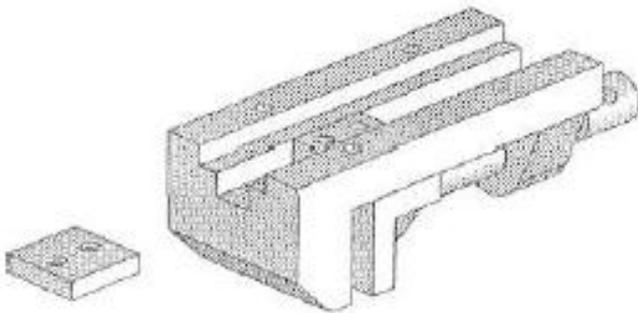

Рис.5.23. Сборка после вращения
2. Поверните сборку так, чтобы нижняя поверхность сборки была видна, как показано на рис. 5.23.